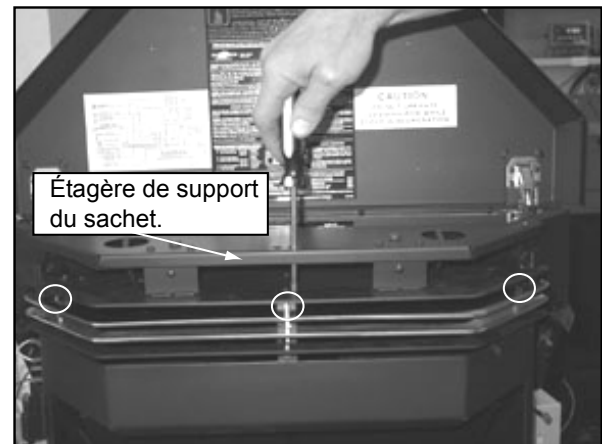

Figure 22.3
4. Utilisez un tournevis à tête cruciforme pour sécuriser en place. Il faudra passer par le trou dans l'étagère de support du sac pour avoir accès à la vis. **Figure 22.3**.